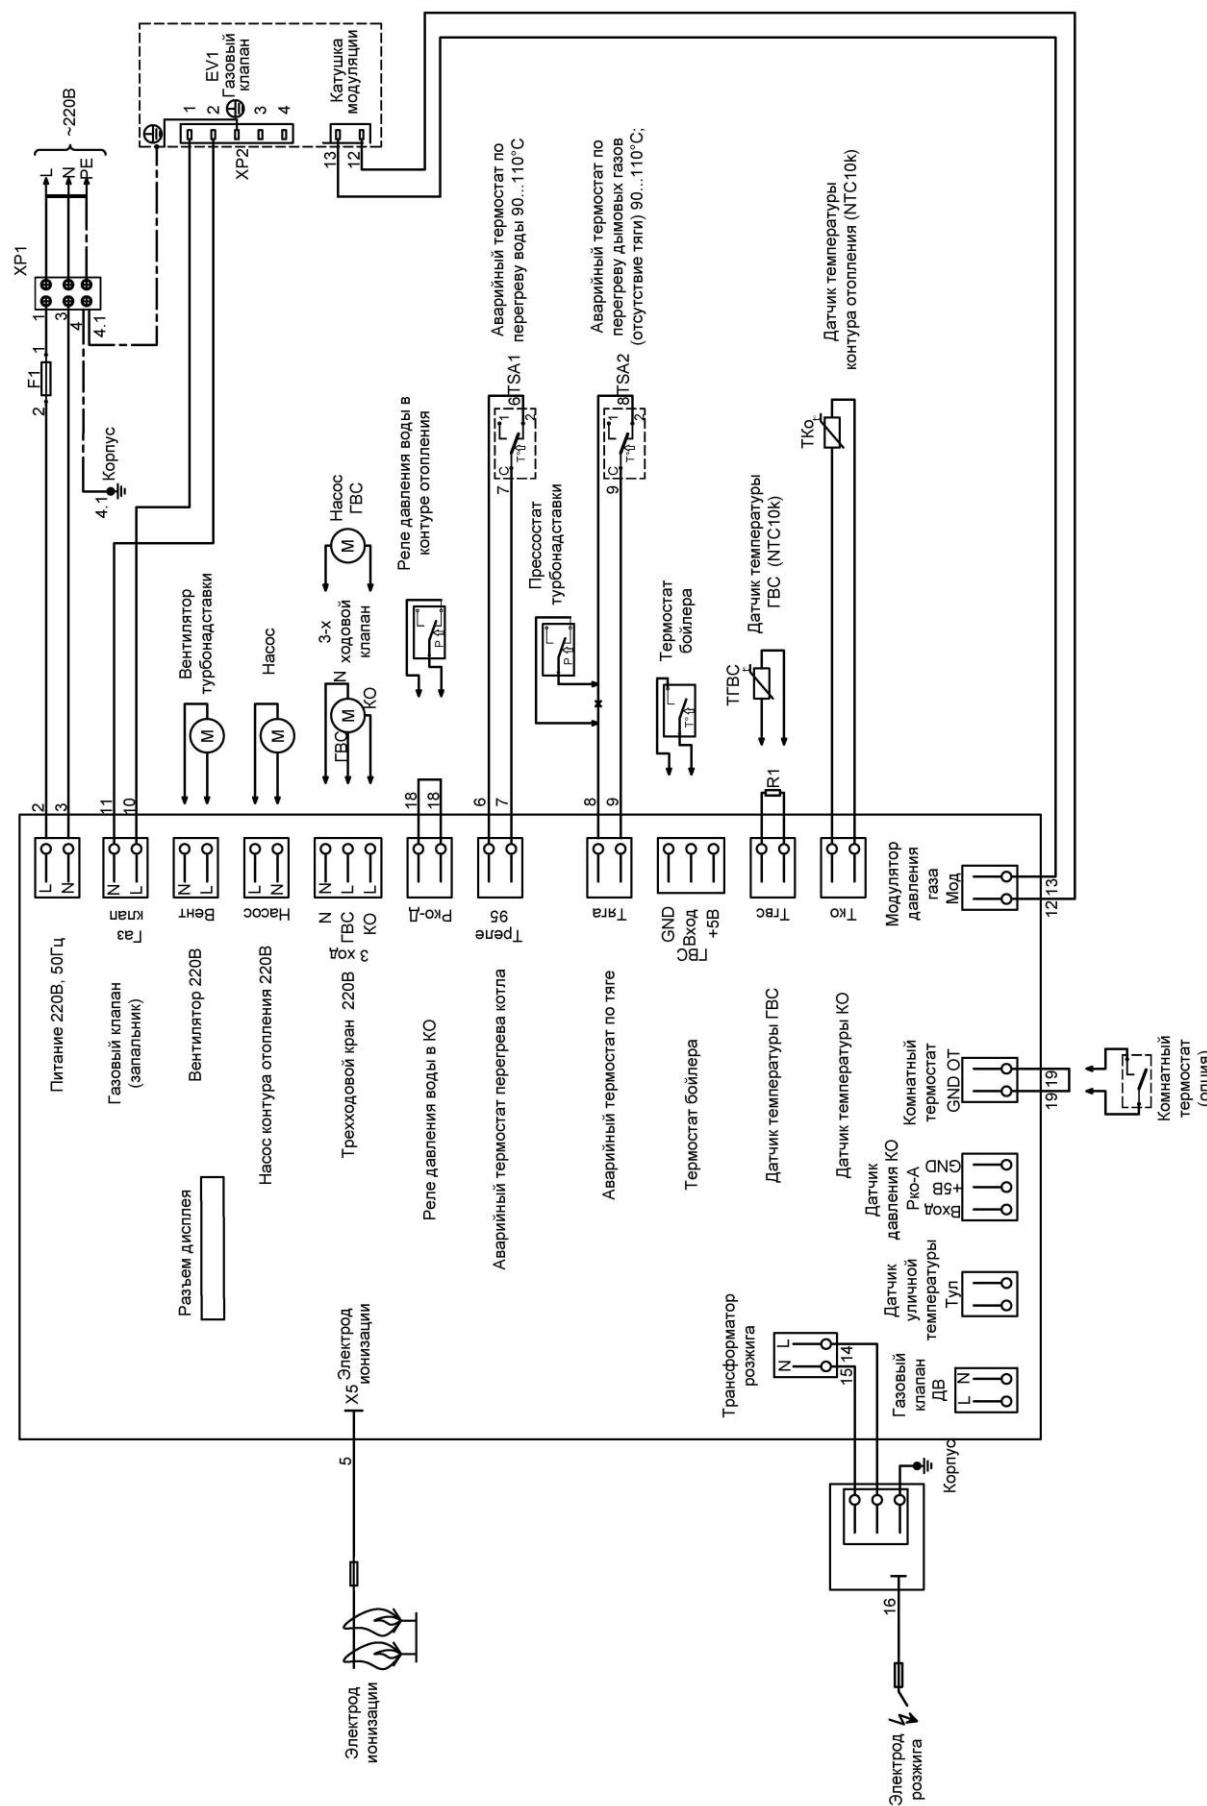

Рисунок 7. Электрическая схема катлов TITAN Z30M; Z40M; Z50M; Z60M, Z65M
- подсоедините провода термостата накопительного бойлера горячего водоснабжения в соответствии с электрической схемой (Рис.7,8);
- подключите насос греющего контура бойлера в соответствии с электрической схемой (Рис.7,8);